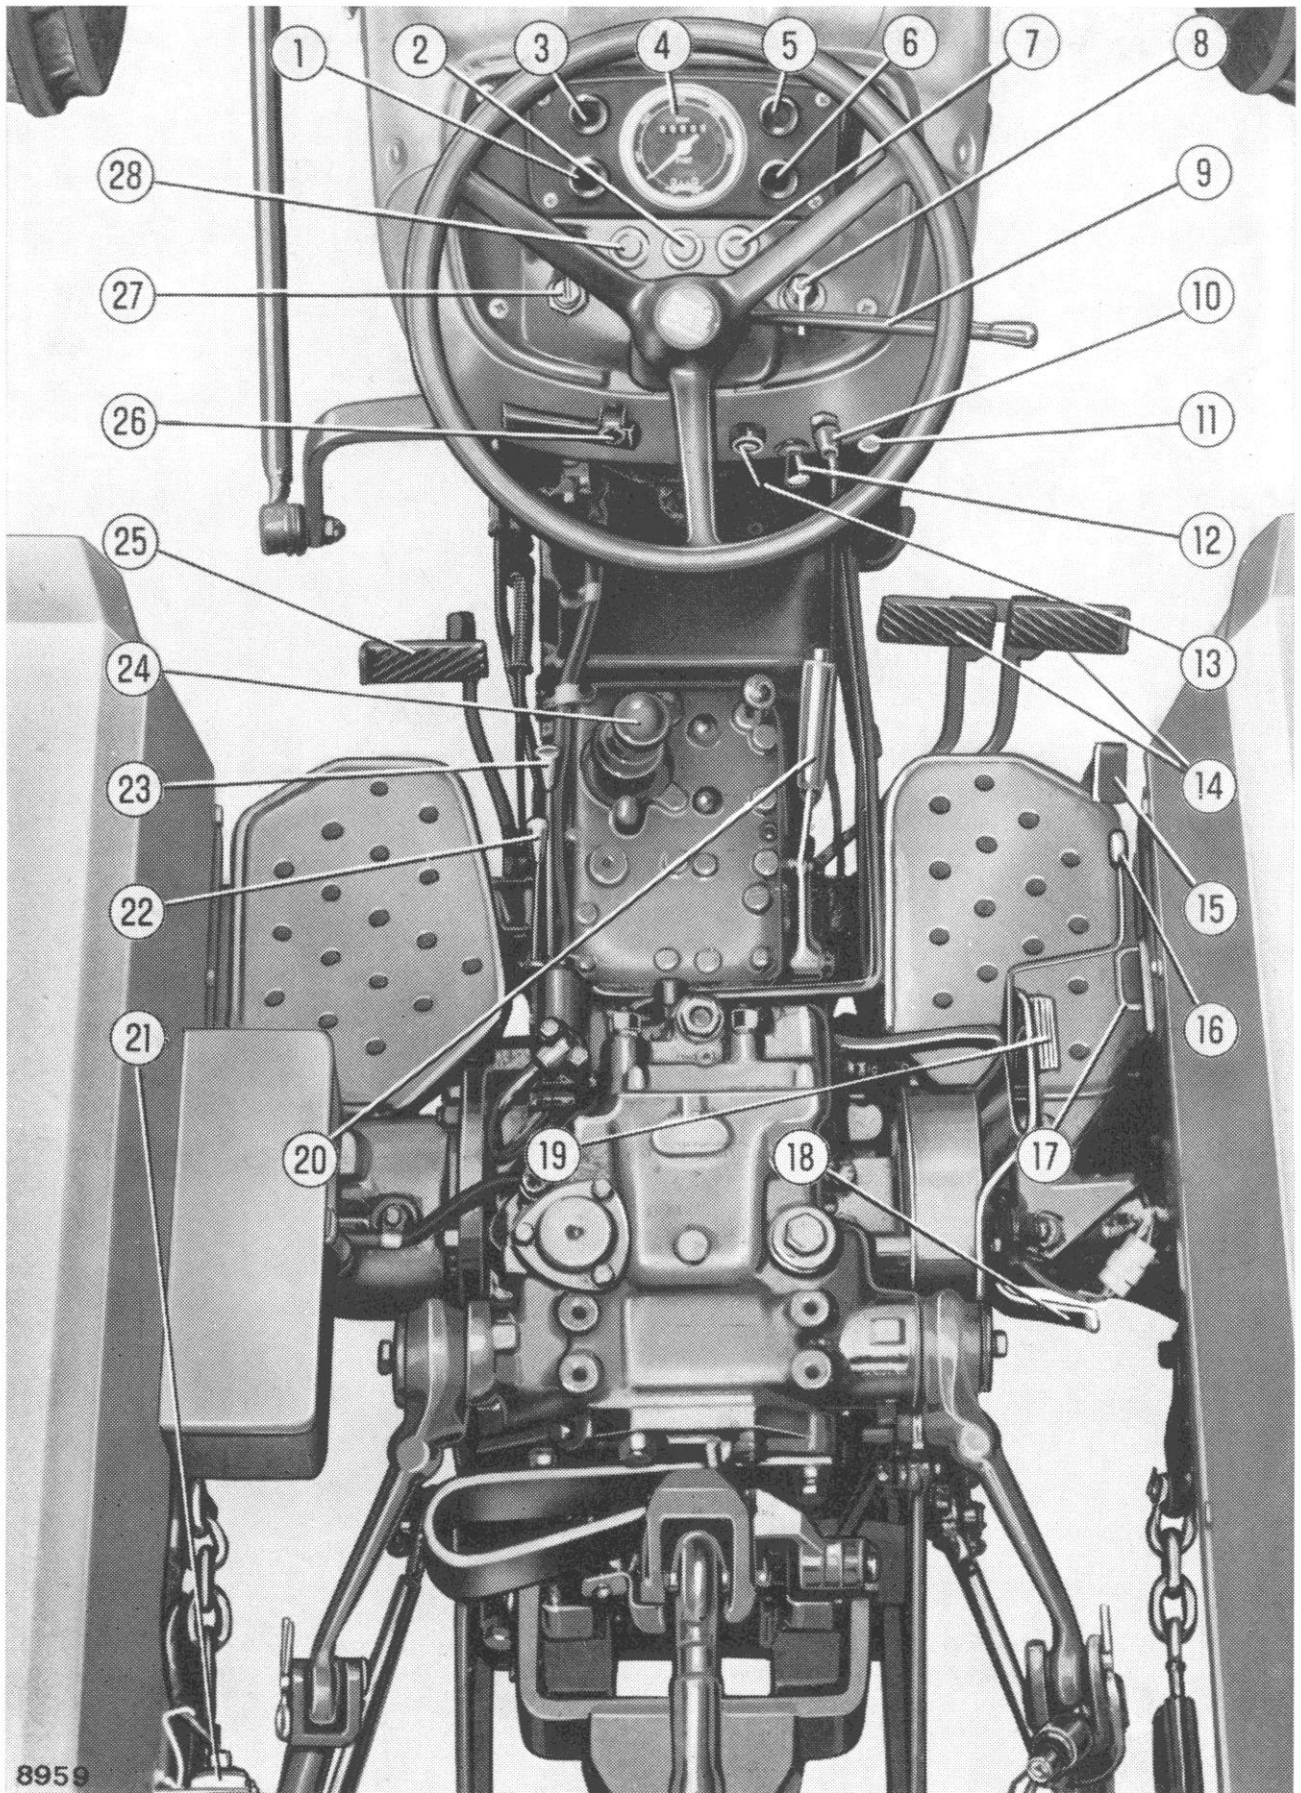
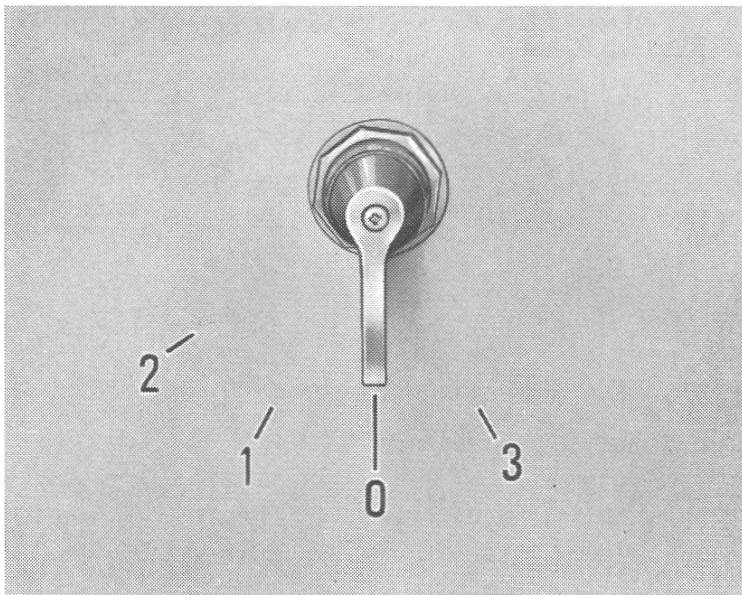

Fig. 4 - Commandes et instruments de contrôle
Fig. 6. - Commutateur de démarrage du moteur et commande du thermostarter
6. Pousser à fond la tirette 11 (fig. 4) et en même temps tourner la manette du commutateur de démarrage à la position 3 (fig. 6).
- Maintenir pendant **10 à 15 secondes** le commutateur de démarrage en position **1**, fig. 6.
Tirer à fond la tirette **11**, fig. 4. Moteur arrêté, tourner la clé du contacteur général (fig. 5) en position **0** ou en position **5** si l'éclairage est nécessaire.